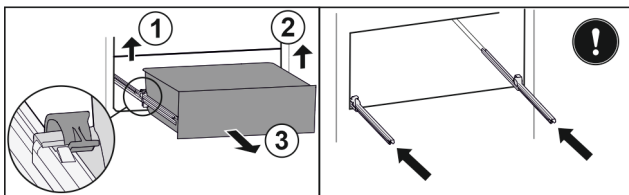

Fig. 34
- ▶ Sollevare il morsetto sinistro e allo stesso tempo tirare in avanti il cassetto sinistro. Fig. 34 (1)
- ▶ Sollevare il morsetto destro e allo stesso tempo tirare in avanti il cassetto destro. Fig. 34 (2)
- ▶ Rimuovere il cassetto tirandolo in avanti. Fig. 34 (3)